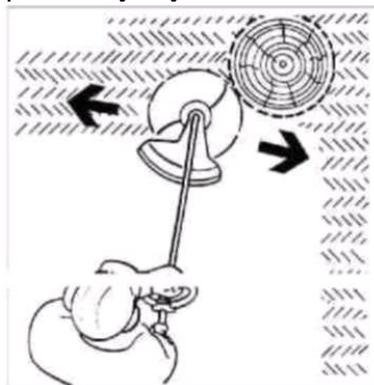

рис. 15
- ✓ Не допускать касания катушки и триммерной лески проволоки, камней, бордюров, твердых покрытий дорожек, заборов и т.д., т.к. это будет приводить к преждевременному износу (укорачиванию) триммерной лески, повреждению катушки или получению травм пользователем. Не допускать касания рабочим органом стволов деревьев, кустарников и других насаждений для предотвращения их повреждения (рис. 15).